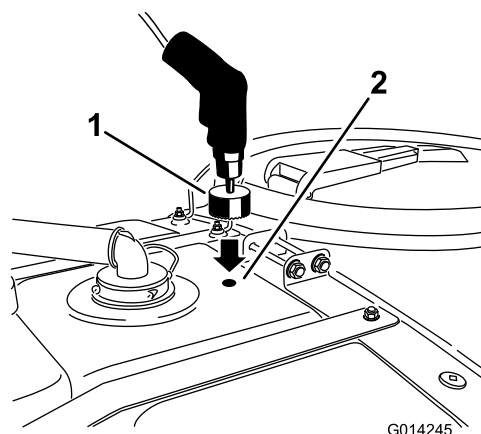

Bild 12
4. Bohren Sie mit einer Lochsäge (4,5 cm) ein Loch an der Bohrmarkierung (Bild 12).